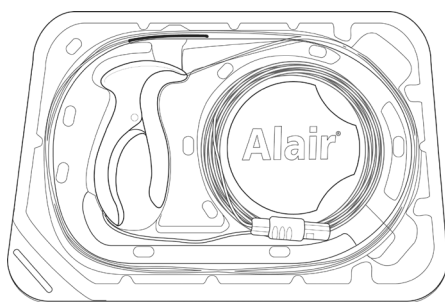

Figure 2 : Cathéter Alair™ dans son plateau
4. Retirer le cathéter du plateau d'emballage de façon aseptique et vérifier qu'il n'est pas endommagé. Le cathéter est conditionné avec l'ensemble d'électrodes rétracté dans la gaine protectrice et amovible de couleur orange présente à son extrémité. Retirer cette gaine protectrice orange avant utilisation. Vérifier que le cathéter ne présente aucun signe de détérioration, comme par exemple des parties cassées ou écrasées, des bords tranchants ou saillants au niveau de son extrémité distale, ou encore une courbure ou une torsion excessive de son corps. Ne pas utiliser le cathéter en cas de détérioration ou d'irrégularité. Voir Figure 2.